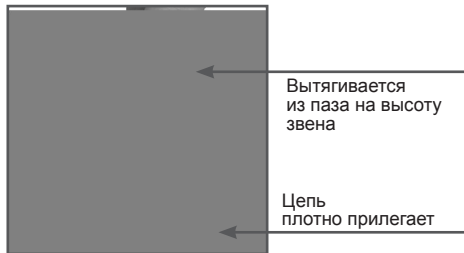

Рис. 5 Правильное натяжение цепи
3. Закручивайте винт натяжения цепи до тех пор, пока цепь не будет плотно прилегать к нижней части шины без провиса, при этом на середине шины цепь с небольшим усилием должна выходить из направляющего паза примерно на высоту звена (Рис. 5).